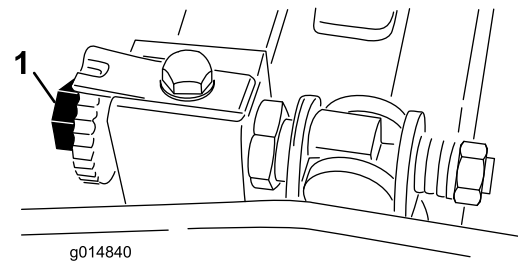

Figura 52
3. Rode o cilindro de forma a que a lâmina cruze a extremidade da lâmina de corte entre a primeira e segunda cabeça dos parafusos do lado direito da unidade de corte (Figura 52).
6. Rode o parafuso de ajuste da barra de apoio direita até sentir uma ligeira pressão (ou seja, arrastamento) no calço deslizando-o de um lado para o outro (Figura 52).